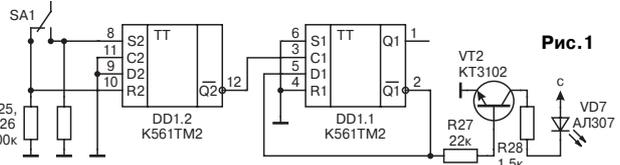

Рис.1. В «Приборе для ремонта телефонных аппаратов» В.Бу-
**Режим выделения** (быстрая клавиша - Escape), рис.1: Режим выделения прямоугольных областей схемы для:
**Второе, горькая правда** - поправки. В статье В.Станкова «Высококачественный Distortion» («PX» №2/01, с.52, рис.1) следует изменить на обратную поляр-